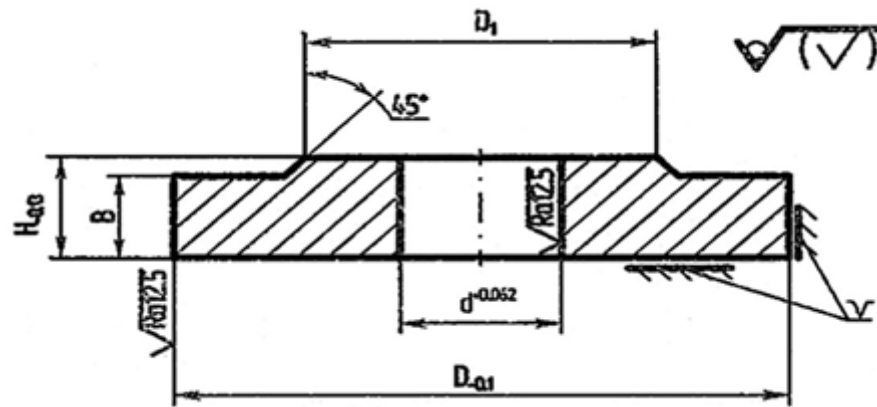

Рисунок 1 – Эскиз детали «Фланец»
1. Выполнить эскиз фланца (см. рисунок 1) по размерам, соответствующим вашему варианту (см. таблицу).